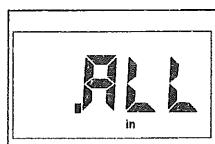

図 3-9
- ▲キーまたは▼キーを押して、F. ALL を表示します。（図 3-9）